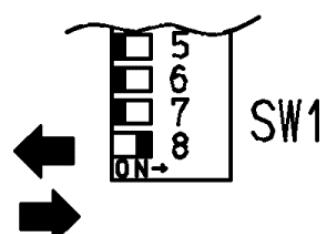

Fig. 6
12. Spostare l'interruttore nr.8 della bancata SW1 in posizione 'OFF' e poi di nuovo in posizione 'ON' (Fig.6).